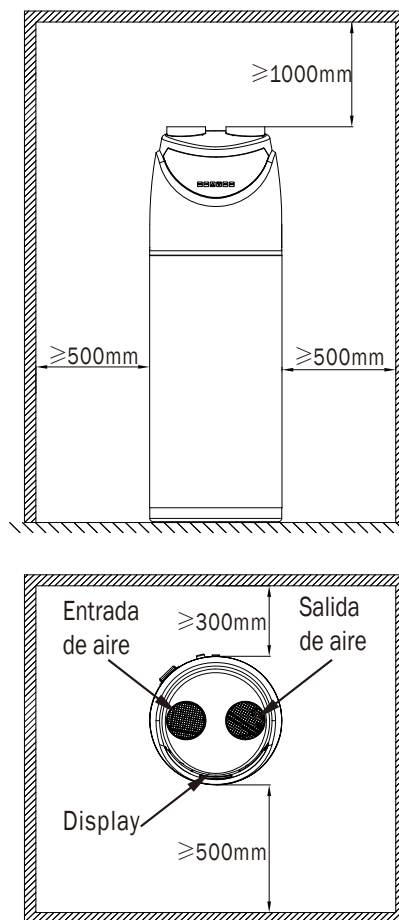

Fig.4 Espacio recomendado para la instalación y el mantenimiento
- Reservar el espacio para la instalación y el mantenimiento que se muestra en la Fig.4.